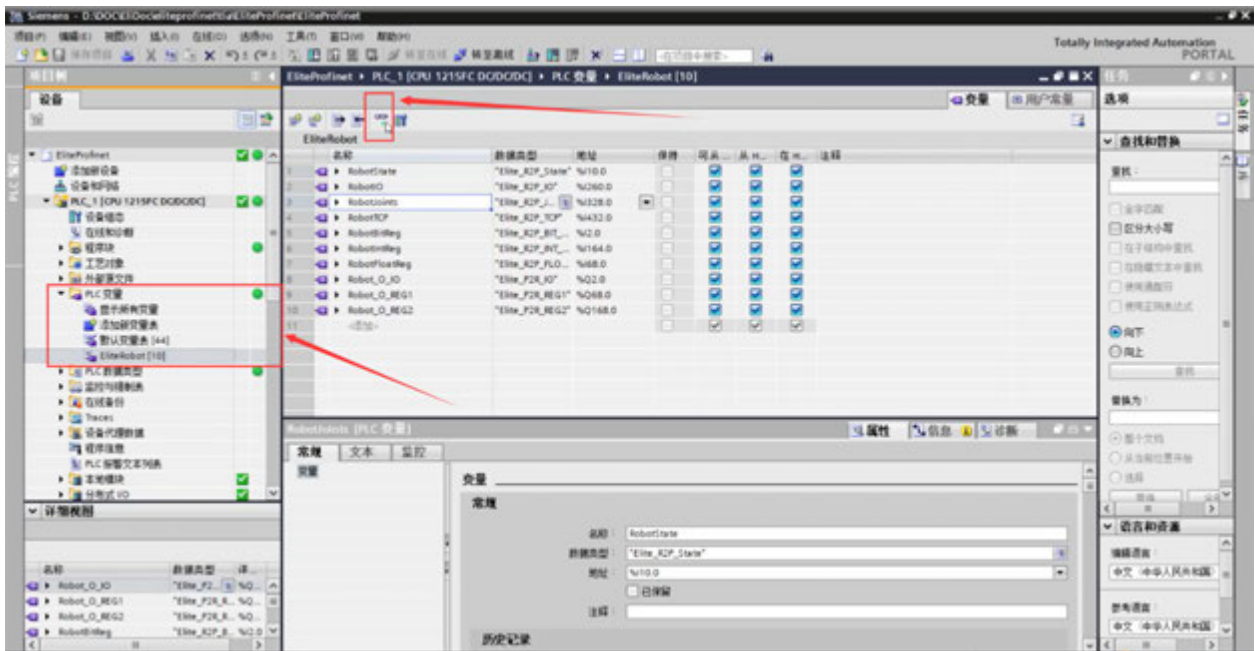

図 15-11 変数監視
8. 変数表に全数監視を選択すれば、構成変数を図 15-11 に示すように監視することができる。